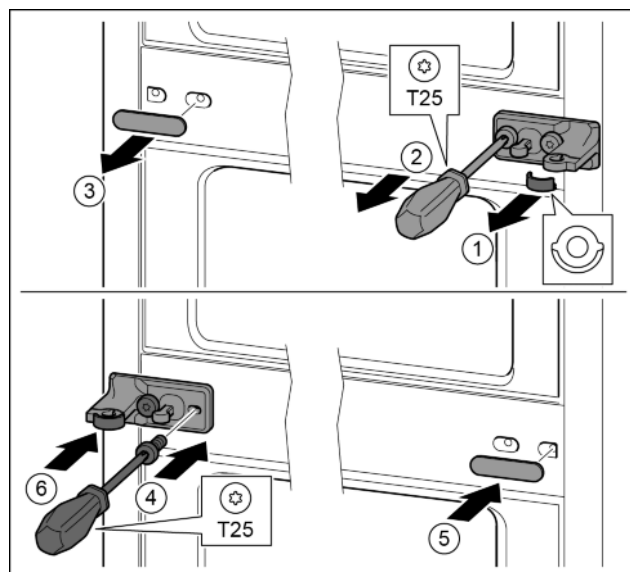

Fig. 13
- ▶ Вынуть шайбу. Fig. 13 (1)
- ▶ Выкрутить винты отверткой T25. Fig. 13 (2)
- ▶ Осторожно снять крышку. Fig. 13 (3)
- ▶ Плотнo прикрутить опорный кронштейн с подкладкой с поворотом на 180° с другой стороны. Fig. 13 (4)
- ▶ Установить крышку с поворотом на 180° с другой стороны. Fig. 13 (5)
- ▶ Спереди надвинуть шайбу. Fig. 13 (6)